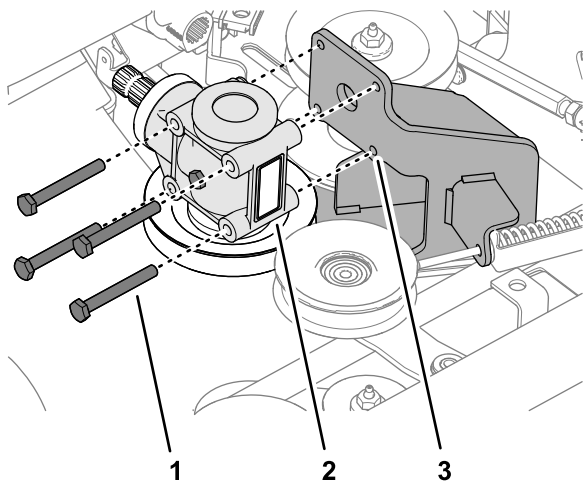

Figura 118
2. Retire los 4 pernos que sujetan la caja de engranajes de la carcasa de corte al soporte de la caja de engranajes (Figura 118).
1. Alinee los orificios en la caja de engranajes de la carcasa de corte con los orificios en el soporte de la caja de engranajes; consulte la Figura 118 en Retirada de la caja de engranajes \(página 79\).